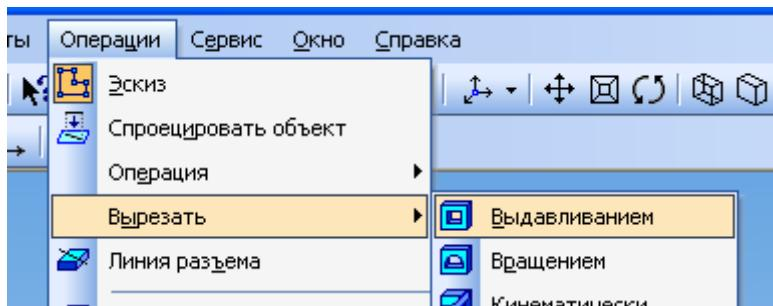

Рис. 18
**16.** Построения завершаете также в «режиме редактирования эскиза». Нажимаете **Операции -> Вырезать -> Выдавливанием** (рис. 18).